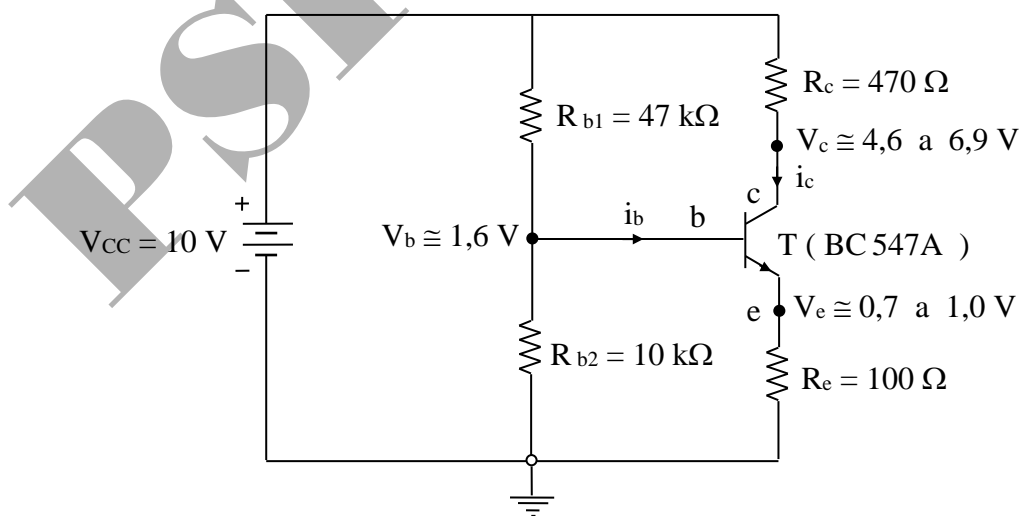
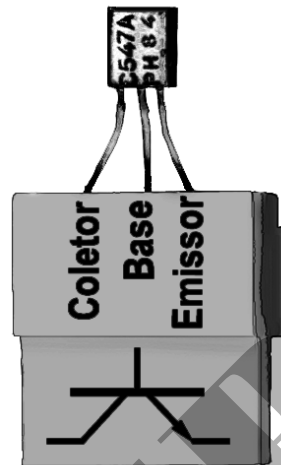

Figura 1 – Amplificador Transistorizado
Figura 2 – Pinagem do Transistor BC547A
As medições de tensão e corrente contínua (abreviado por DC – de *direct current*) que realizaremos nesta experiência são as funções mais básicas de um multímetro, sobre as quais estão baseadas as medidas em AC (correntes e tensões alternadas), de resistências e de capacitâncias. Devido a esse fato, as escalas DC costumam apresentar precisão mais elevada. O uso do multímetro digital será apresentado praticando-se as medições em um circuito amplificador a transistor, mostrado na Figura 1.
O transistor do tipo usado na fig.1 é essencialmente um amplificador de corrente: se o transistor estiver operando em sua região linear, a corrente de coletor i_c resultará proporcional à corrente de base i_b . Nesse circuito são usados apenas os componentes necessários para *polarizar* o transistor, isto é, para colocá-lo num ponto de operação adequado (presentemente, na região linear, de modo a termos a proporcionalidade entre as correntes de coletor e base, anteriormente mencionada). Na Figura 1 não foram indicadas a entrada e a saída do amplificador.
O circuito da figura 1 encontra-se em um ponto de operação tal que, uma pequena *variação* da corrente de base i_b provocará uma *variação* proporcional (e maior) na corrente de coletor i_c . Conseqüentemente esta, por sua vez, provocará uma *variação* grande na tensão V_c , resultando daí o efeito amplificador do circuito.
Acompanhando as instruções do professor, monte o circuito da Figura 1 na placa didática, usando os componentes disponíveis na bancada. Se você não se lembra do código de cores dos resistores, consulte o Anexo I desta apostila. Usaremos o transistor BC547A, cuja pinagem indicativa dos terminais de base, coletor e emissor é mostrada na Figura 2.
Para verificar se a montagem do circuito está correta, meça as tensões nos terminais do transistor (com relação ao terra – isto é, conecte o terminal COM do multímetro no nó terra do circuito) e compare com os valores indicados na Figura 1. Caso os valores estejam muito diferentes, procure um possível erro de ligação, medindo também as tensões nos resistores. É o que faremos a seguir:
- Meça as tensões V_e , V_c e V_b , conforme indicadas na Figura 1 (verifique se os valores correspondem aos indicados). Note que essas tensões encontram-se entre o terminal correspondente do transistor (e, b, ou c) e o terminal de referência (terra). Para tanto, mantenha a ponta de prova negativa no terra e meça as tensões tocando a ponta positiva nos terminais e, b ou c, respectivamente. Essas tensões são chamadas de *tensões nodais*.
Voltando ao amplificador da Figura 1, usando as medidas das tensões feitas sobre todos os resistores, calcule a faixa de erro para cada valor medido.